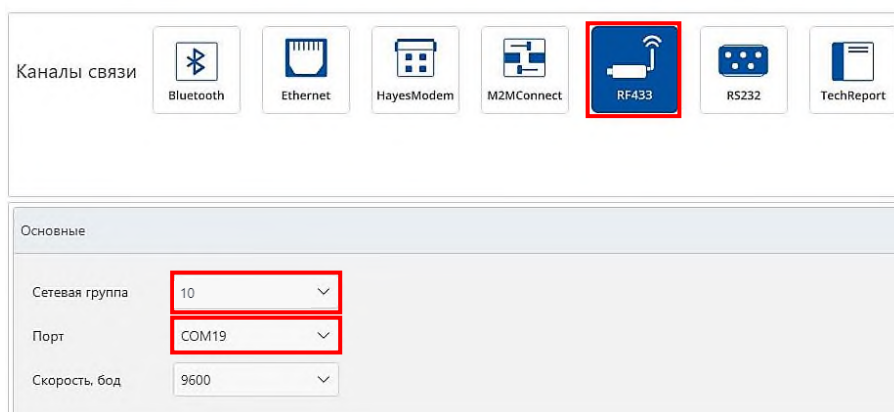

Рисунок 4.3. Пример ввода основных параметров для канала связи RF433.
4.1.5 В разделе **Основные** для параметра «Сетевая группа» выбрать из раскрывающегося списка значение по умолчанию «10» либо режим «Авто», рисунок 4.3.